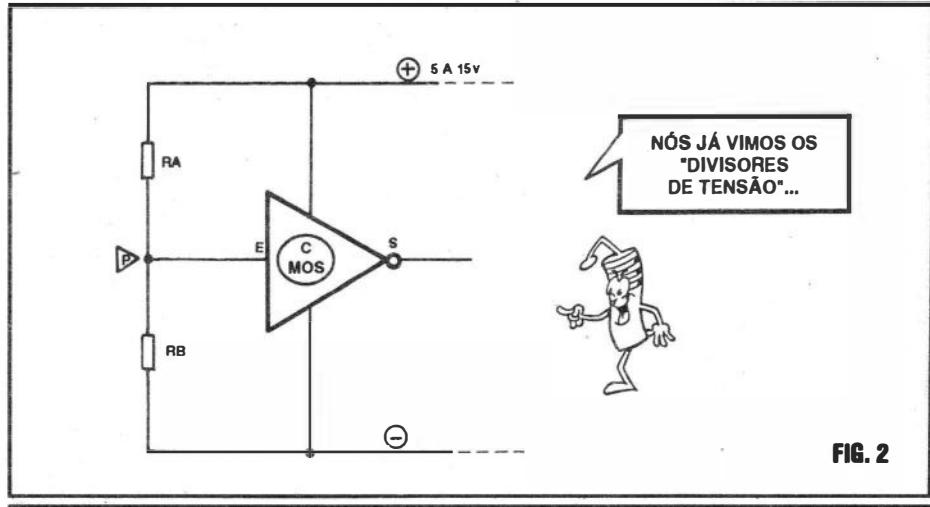

FIG. 2
- FIG. 2 - O “LIMIAR” DE TRANSIÇÃO DE NÍVEL, NAS ENTRADAS C.MOS - Façamos (por questão de simplificação...) nossas análises, a partir de um dos mais simples *gates* ou blocos lógicos digitais C.MOS, que é o SIMPLES INVERSOR (já estudado na primeira parte da presente “Aula”...). Normalmente, a Entrada do INVERSOR deve receber alguma polarização (já que não pode ser deixada “áerea”, aberta, sob pena de graves instabilidades no funcionamento do bloco...). Assim, assumamos que dois resistores, RA e RB, o primeiro à linha do positivo da alimentação, e o segundo à linha de “terra” ou negativo, determinem um valor qualquer de Tensão para o ponto “P”, correspondente justamente à Entrada E do gate INVERSOR... Agora, guardem isso:
ponto submetido à **metade** da Tensão de alimentação (é como se dois resistores, num arranjo parecido com o mostrado no diagrama da fig. 2, de alguns “porrinhões” de Megohms - representados, por exemplo, pela Resistência do ar, entre o pino da Entrada do C.MOS e as linhas físicas da distribuição da alimentação - estivessem “polarizando” a dita Entrada a $1/2 \text{ Vcc}$...). Nesse caso - como sabemos - a instabilidade será inevitável, influenciando no funcioamento de **tudo** o *chip* (e não apenas no *gate* ou bloco que é “dono” da tal Entrada deixada “voando”...). Por isso, tomem como **norma**, o seguinte: